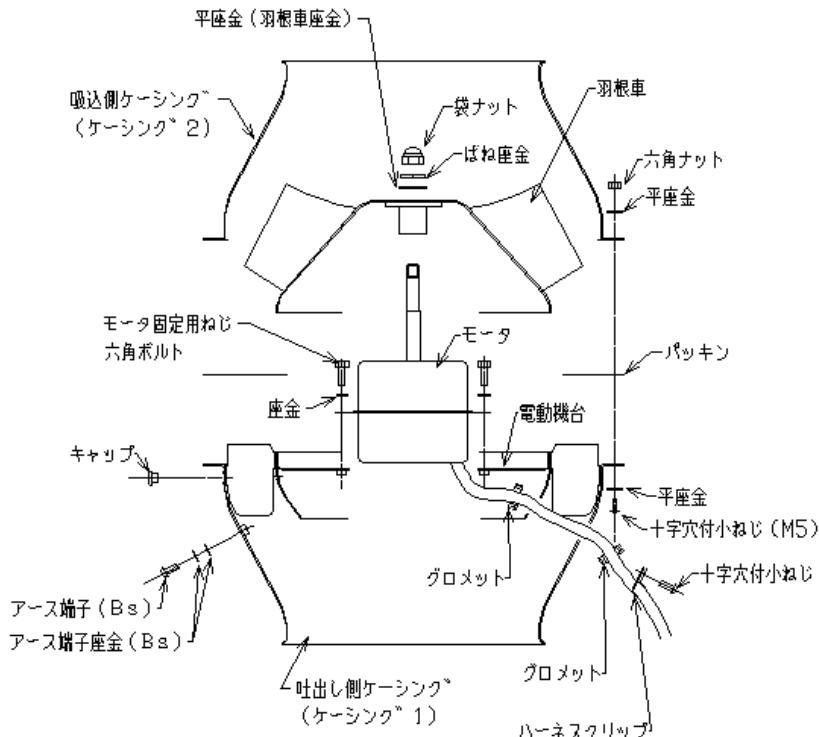

図7 ファンの分解図
下記に分解の手順を示します。本ファンは標準仕様ですが、特殊仕様のものもありますので注意して読んでください。（図7 ファンの分解図参照願います）
- (4) 内部ファンを分解する場合は、図7 ファンの分解図を参照して、吐出し口側が下になるように置き、吐出し側ケーシングと吸込側ケーシングを固定している十字穴付丸小ねじ（M 5 × 2個）を取り外し、吸込側ケーシングとパッキンをはずしてください
- (5) 羽根車を固定している袋ナットを取りはずし、電動機軸から ばね座金、平座金、羽根車、の順で抜き、取りはずしてください。
- (6) 吐出し側ケーシングの電動機固定用小ねじまたはボルト、座金を取りはずしてください。
- (7) ケーシング外側の電動機リード線固定用のハーネスクリップの小ねじを取りはずし、ケーシングの外筒、内筒のリード線貫通穴からリード線を抜いてください。
- (8) 電動機をケーシングから取りはずしてください。